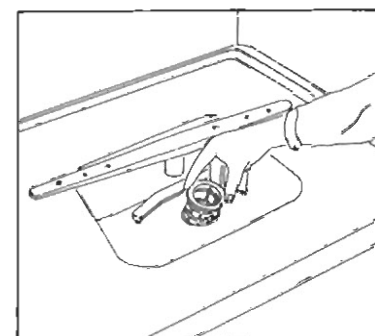

Fig. 20
- 1) Togliere il bicchieretto centrale (Fig. 20).
- 1) Remove the central cup. (Fig. 20).
- 1) Ôter le petit panier central (Fig. 20).
- 1) Sacar el pequeño cesto central (Fig. 20).
- 1) Levantar o filtro circular (Fig. 20).